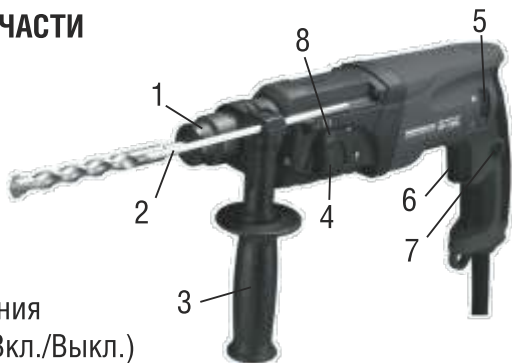

Рис. 1
Настоятельно рекомендуется использовать дополнительную (боковую) рукоятку (8)(См. Рис.1) во время работы. Точный контроль над инструментом значительно повышает безопасность и удобство работы.
Установите боковую рукоятку (8)(См. Рис.1) на ствол перфоратора.
Нажмите на кнопку-фиксатор (2)(См. Рис.1).
Чтобы включить перфоратор, нажмите на клавишу выключателя (6)(См. Рис.1).
Кнопка фиксации пуска (5)(См. Рис.1) позволяет поддерживать максимальную скорость вращения без необходимости постоянного нажатия на клавишу пускового выключателя (6)(См. Рис.1).
При нажатой пусковой клавише (6) нажмите кнопку фиксации (5)(См. Рис.1).
Чтобы снять блокировку и выключить перфоратор, достаточно еще раз нажать на клавишу пускового выключателя (6)(См. Рис.1).
Вы можете установить необходимое направление вращения патрона с помощью переключателя реверса (4) (См. Рис. 1).